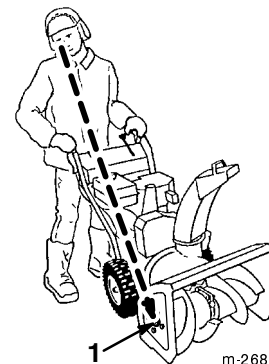

Figure 27
10. Vérifiez que la tarière et la roue hélice ne tournent pas quand la manette de commande de tarière/roue à hélice est *débrayée*. Tenez-vous à la position de conduite et observez le côté du carter de la tarière (Fig. 17). Une grande tête de vis sur le côté du carter tourne chaque fois que la tarière et la roue hélice tournent (Fig. 27). **Si la tarière et la roue hélice tournent alors que le moteur est en marche et la manette de commande de tarière/roue hélice est débrayée, arrêtez immédiatement la déneigeuse.** Reportez-vous à la rubrique *Réglage de la courroie d'entraînement de tarière/roue hélice*, page 23. Si le problème persiste, portez la déneigeuse chez un réparateur Toro agréé pour la faire réviser.